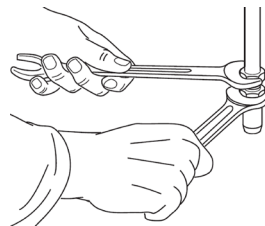

Fig. 2.3
El conjunto de acoplamiento (fig. 2.3) consta de:
- utilice dos llaves para asegurar las piezas (fig. 2.3).
- utilice dos llaves para asegurar el tubo rígido o flexible (fig. 2.3).